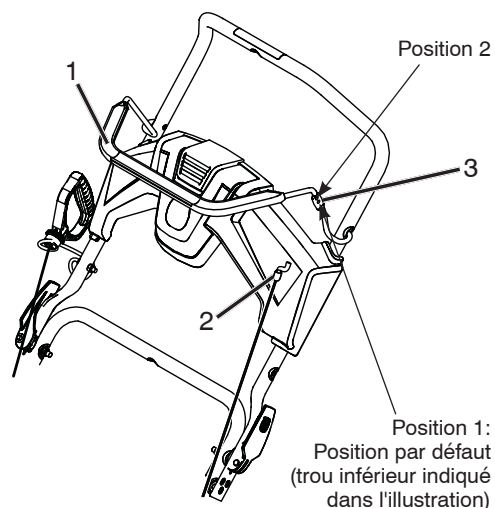

Figure 20
1. Avec la barre de commande désengagée, détacher et déplacer le câble de commande à la position la plus élevée. (Figure 20).